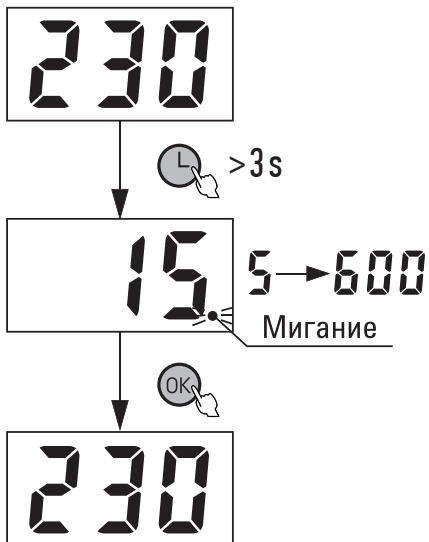

Рисунок 6
При кратковременном нажатии на кнопку (L) прибор покажет время задержки включения (рис. 6). При удерживании более 3 секунд прибор перейдет в режим установки времени задержки (будет мигать точка в правом нижнем углу индикатора). Время отображается в секундах.